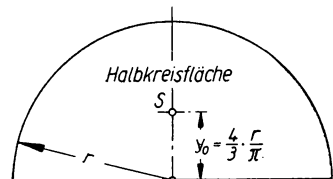

Bild 81
**Lösung:**  $y_0 = \frac{4}{3} \cdot \frac{r}{\pi}$  (Bild 81).